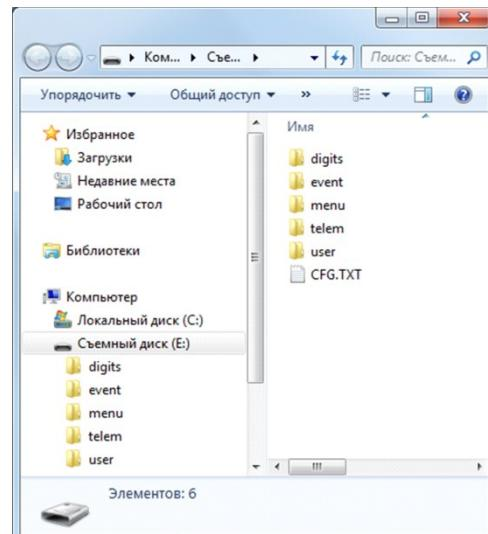

Рис. 9.3. Структура файлов контроллера
4. В окне *Автозапуск* выберите *Открыть папку для просмотра файлов*. В результате откроется окно, отображающее структуру файлов контроллера (рис. 9.3).